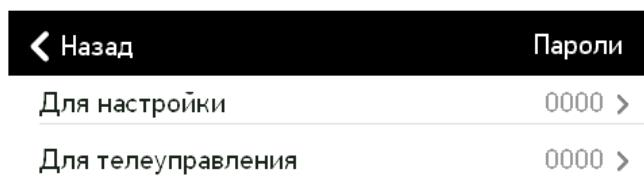

Рисунок 4.36. Меню «Пароли»
- «Пароли» (рис. 4.36). В данном меню можно изменить следующие пароли: